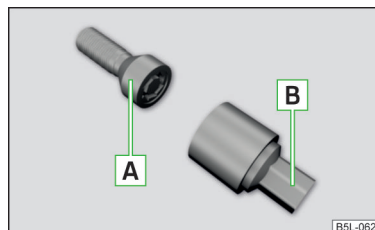

Bild 182
De stöldskyddade hjulbultarna skyddar hjulen mot stöld. De kan endast lossas och dras åt med hjälp av adaptern [B] » bild 182.
- Sätt in adaptern [B] » bild 182 med den tandade sidan ända in i den invändiga tandningen i den stöldskyddade hjulbultens huvud [A].